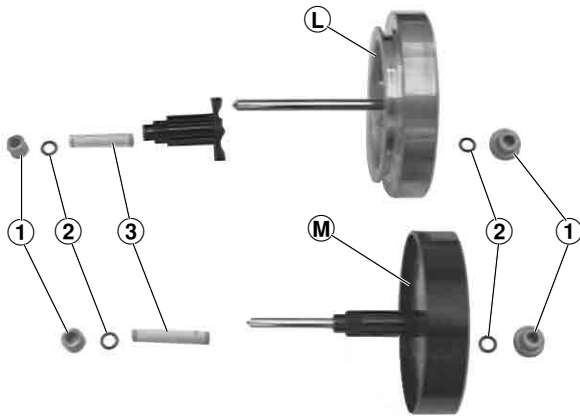

Fig. 24
- Ziehen Sie das Schwungrad nach hinten heraus. Achten Sie beim Aus- und Einbau des Schwungrades auf die beiden Lager **1**, die beiden Scheiben **2** und die Feder **3** (Fig. 24). Nach dem Einbau des Schwungrades muß die Capstanwelle mit Spiritus oder Reinigungsbenzin gereinigt werden.
- Withdraw the flywheel towards the rear. When removing and refitting the flywheel take care of the two bearings **1**, the two washers **2** and the spring **3** (Fig. 24). After having fitted the new flywheel the capstan must be cleaned with spirit or cleaning benzine.